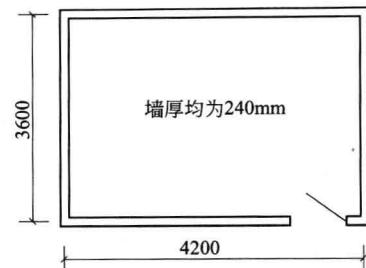

图 1-5 某传达室平面示意图
**【例 1-5】** 如图 1-5 所示, 求某传达室现浇水磨石面层工程量 (做法: 水磨石地面面层、玻璃嵌条, 水泥白砂浆 1 : 2.5 素水泥浆一道, C10 混凝土垫层厚 60mm, 素土夯实)。
**【解】** (1) 定额工程量: